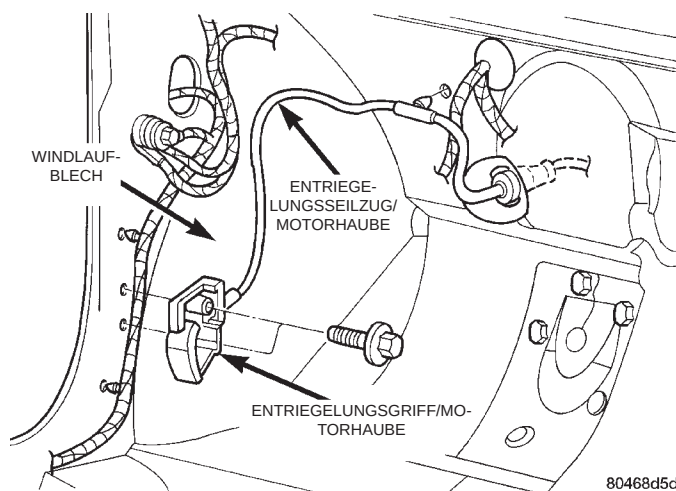

Abb. 4 Entriegelungsgriff der Motorhaube
(1) Entriegelungsseilzug aus der Motorhaubenverriegelung aushängen.
(2) Windlaufabdeckung vorn links abbauen.
(3) Befestigungsschrauben lösen, mit denen der Entriegelungsseilzug der Motorhaube am Windlauf befestigt ist (Abb. 4).